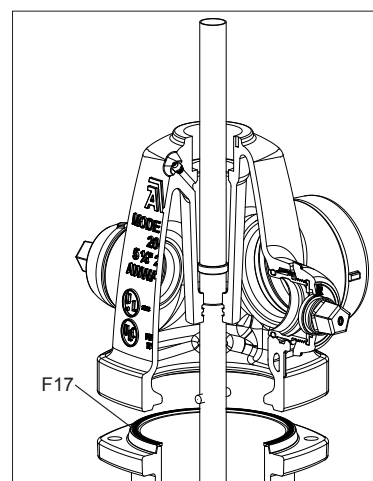

Рис. 7F
2. Убедитесь в том, что прокладка ствола F17 находится на своем месте наверху верхнего ствола F35 (Рис.7F).